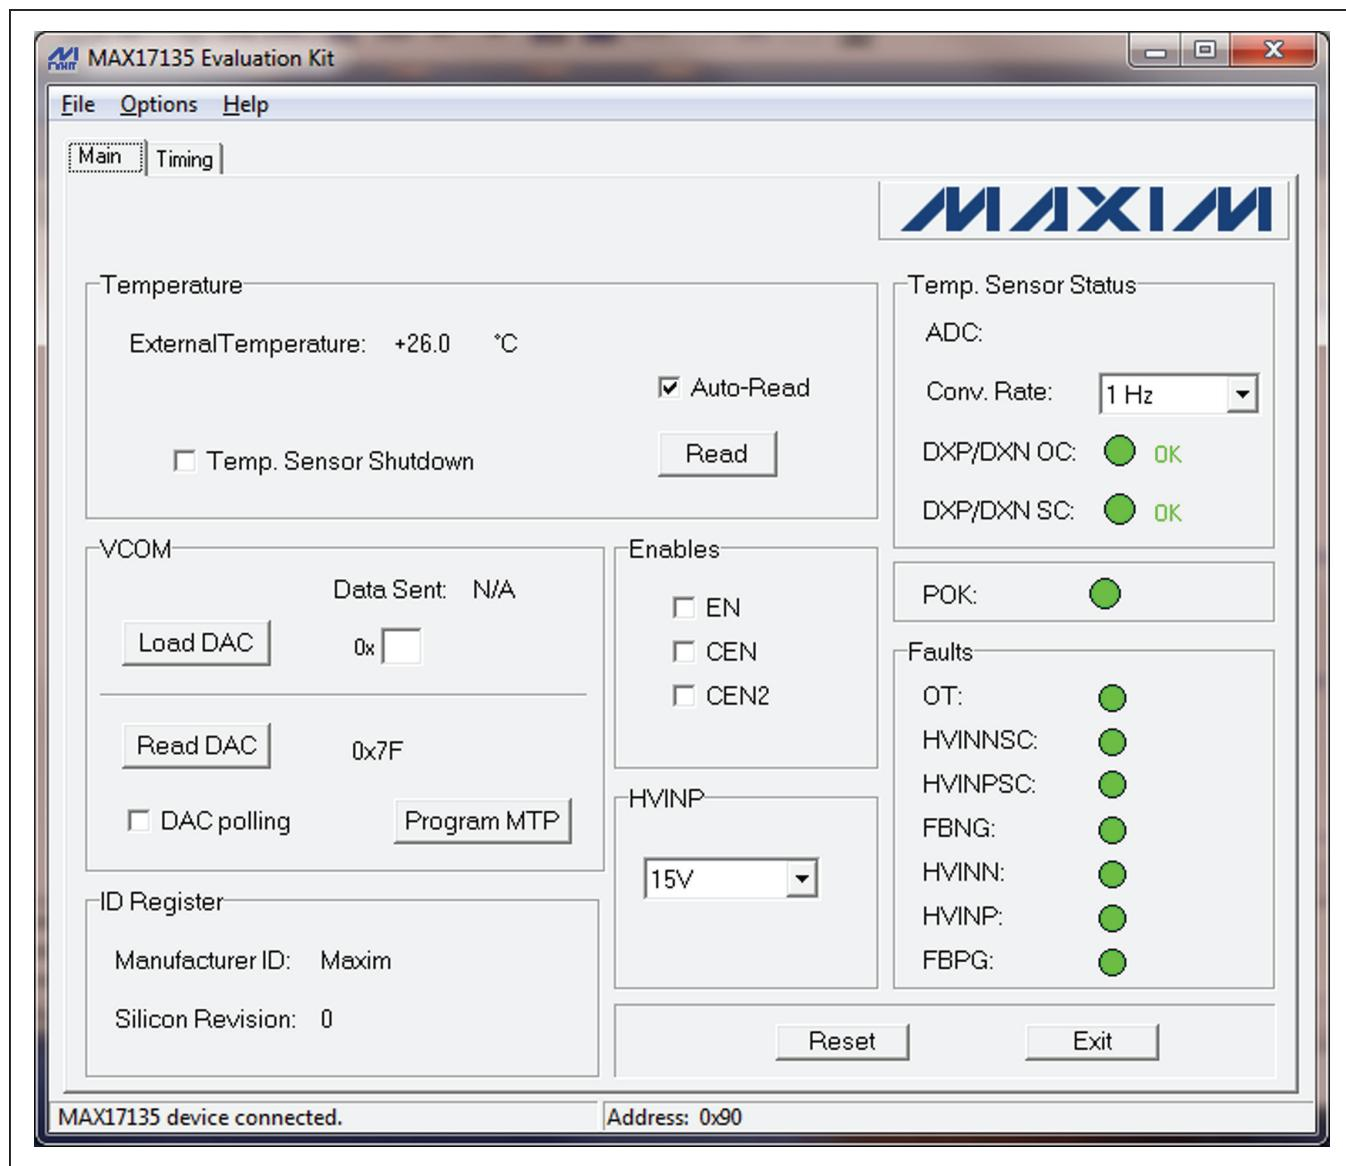
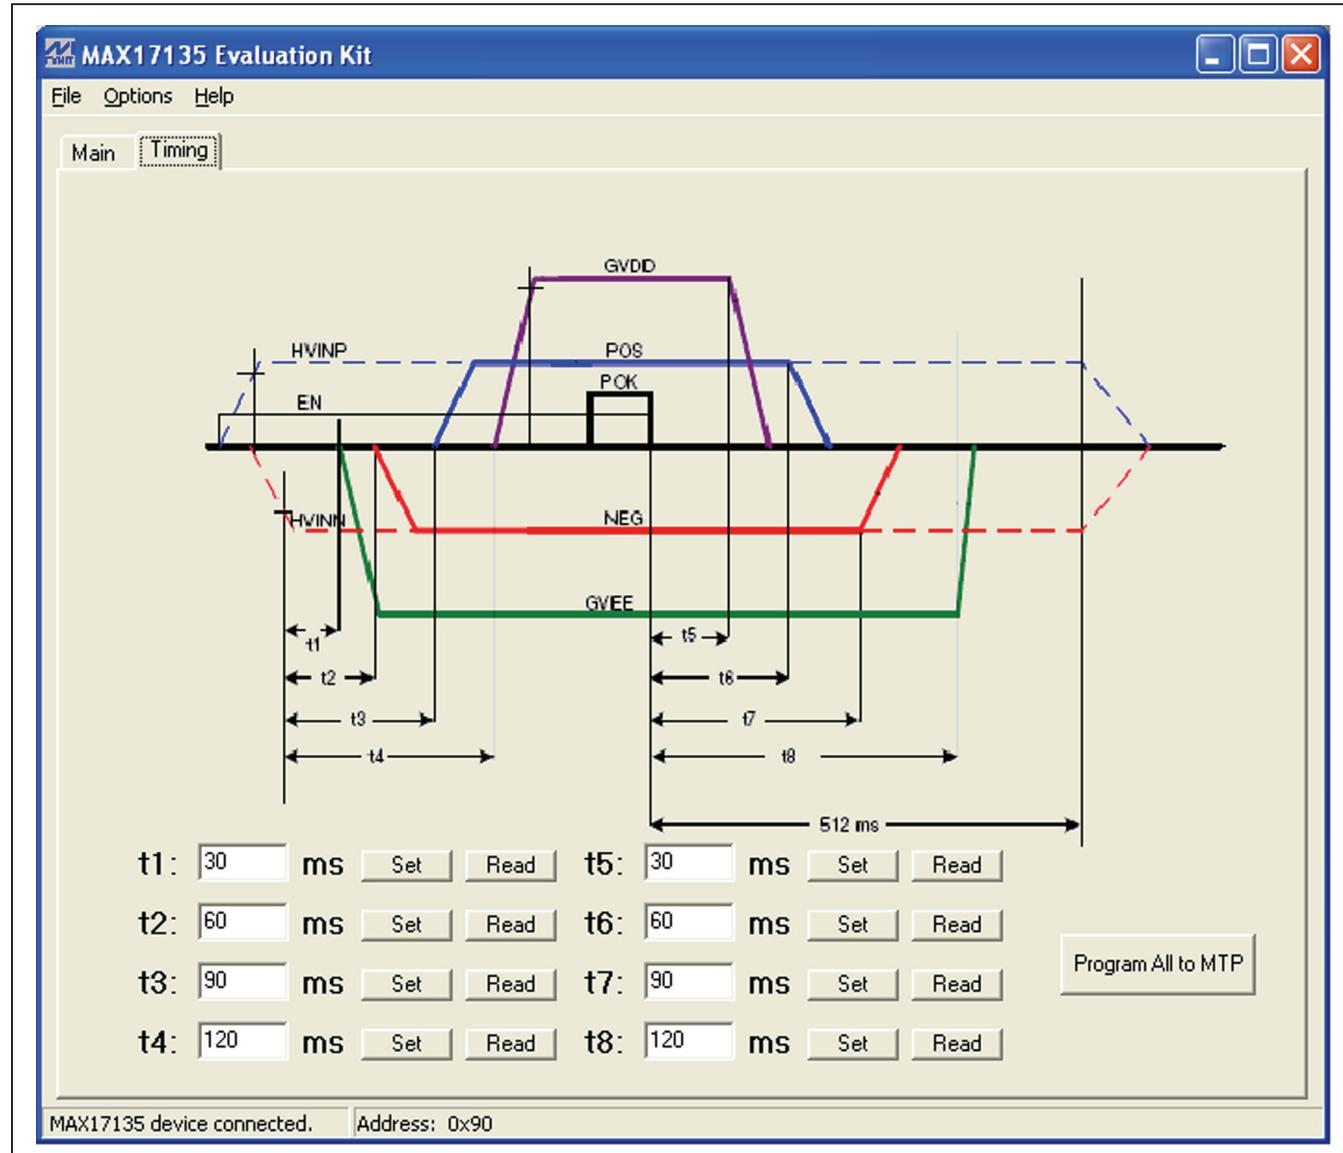
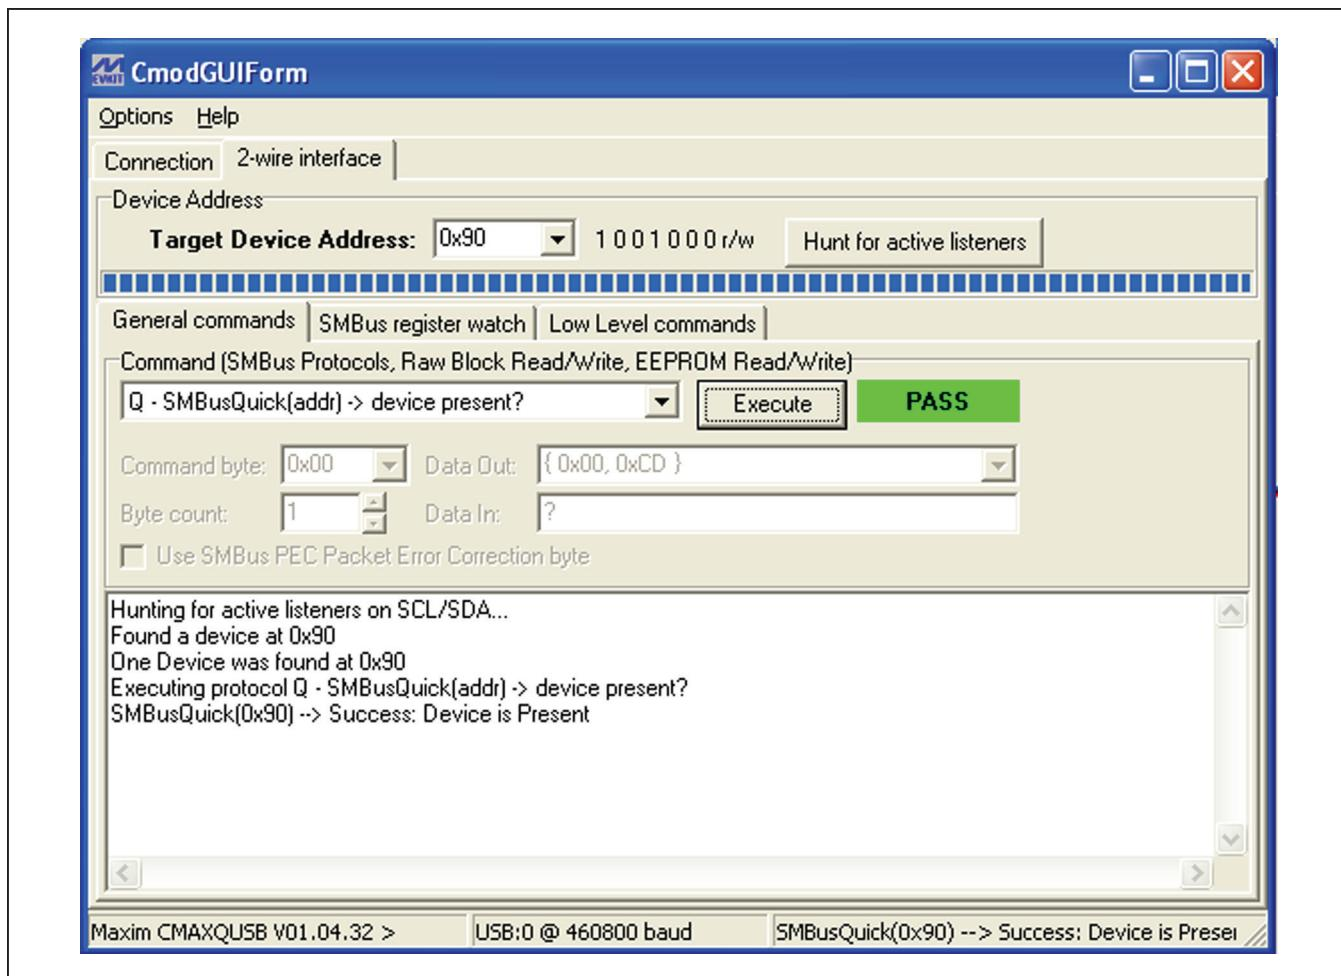

图1. MAX17135评估软件(主窗口标签页)
图2. MAX17135评估软件(定时标签页)
图3. 命令模块接口窗口
- 14) 如果在评估软件主窗口底部的左侧状态栏中出现已连接MAX17135器件的标识，说明器件工作正常(图1)。
MAX17135评估软件包括两个标签页：Main和Timing。Main标签页(图1)可控制读取温度、VCOM调节、使能、HVINP控制、温度传感器状态、POK和故障监测。Timing标签页(图2)可控制GVEE、NEG、POS和GVDD电源之间的上电/关断顺序和定时。更多详细信息请参阅MAX17135 IC数据资料。
DAC设置对应于给定的VCOM电压。使用评估软件时，通过在VCOM组合框的Load DAC编辑框中输入相应的DAC设置，配置IC的8位内部DAC。DAC可设置为0x00 (VCOM_{MAX})至0xFF (VCOM_{MIN})。通过按Load DAC按钮将DAC设置写至IC (图1)。
Timing标签页中(图2)，GVEE、NEG、POS和GVDD电源之间的上电/关断顺序和定时可通过用相应值编程t1-t8定时寄存器进行设置。IC上电期间，一旦IN和VDD超过其欠压锁定门限，将t1-t8定时寄存器设置为非易失存储器中储存的值，以预设t1-t8定时。非易失存储器中的出厂默认定时设置为：
有两种方法可与IC通信：通过评估软件主窗口(图1和图2)或者通过Advanced Users Interface窗口，可在菜单栏中选择Options | Interface (Advanced Users)调出该窗口。Maxim命令模块接口窗口(图3)包括2-wire interface标签页，允许执行SMBusSendByte()、SMBusReceiveByte()和SMBusQuick()命令。